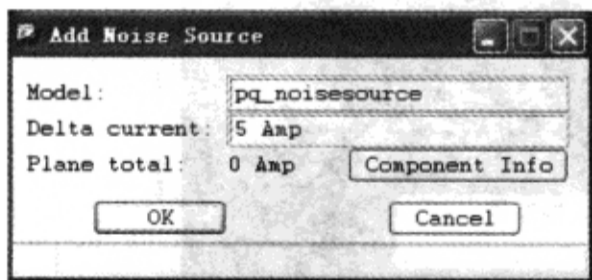

图 9-7-16 “Add Noise Source”对话框
(4) 在“Add Noise Source”对话框的“Delta Current:”栏中输入“5 Amp”→单击“OK”按钮，噪声源图标就会随着光标移动，如图 9-7-16 所示。